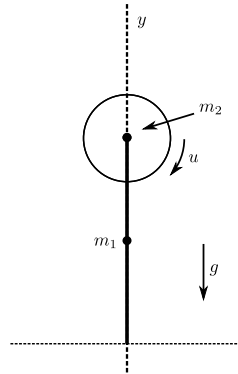

Fig. 4: Pêndulo com roda inercial (referência para pêndulo invertido).
- 1) Manter o pêndulo na posição vertical (invertido ver Fig. 4).